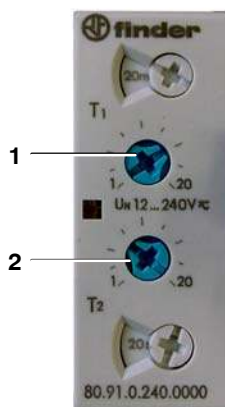

Fig. 51 Relè a tempo Q2 (motore elettrico)
Q2 è un relè a tempo industriale con 1 contatto di commutazione. Per il comando del dispositivo automatico di scarico della condensa vengono regolati i tempi di impulso e pausa tramite i regolatori t₁ (1, Fig. 51) e t₂ (2). t₁ è regolato di fabbrica su 15 minuti e t₂ su un tempo di sfiato di 6 secondi.